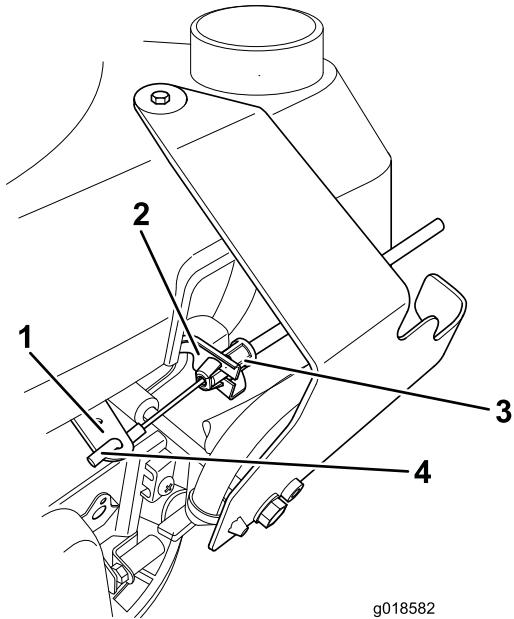

図 2
6. ドッグエンドをレバーに引っ掛け、ブレーキ・コントロールケーブルをピンと張って、ブラケットに挿入する（図 2）。
10. エンジンブレーキケーブル（図 2）を、スロットルコントロール・ユニットに通し、上方のベイル・アームまで引き出す。